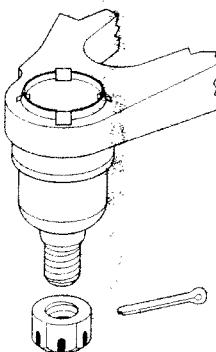

FIGURE 1
8. À l'aide d'un poinçon (ou chasse-cône) et d'un marteau, déverrouiller le joint à rotule inférieur du bras inférieur de suspension en repliant les pattes du rebord. Bien s'assurer que toutes les pattes sont repliées vers l'intérieur afin que le joint à rotule puisse être pressé à l'extérieur (VOIR FIGURE 1)